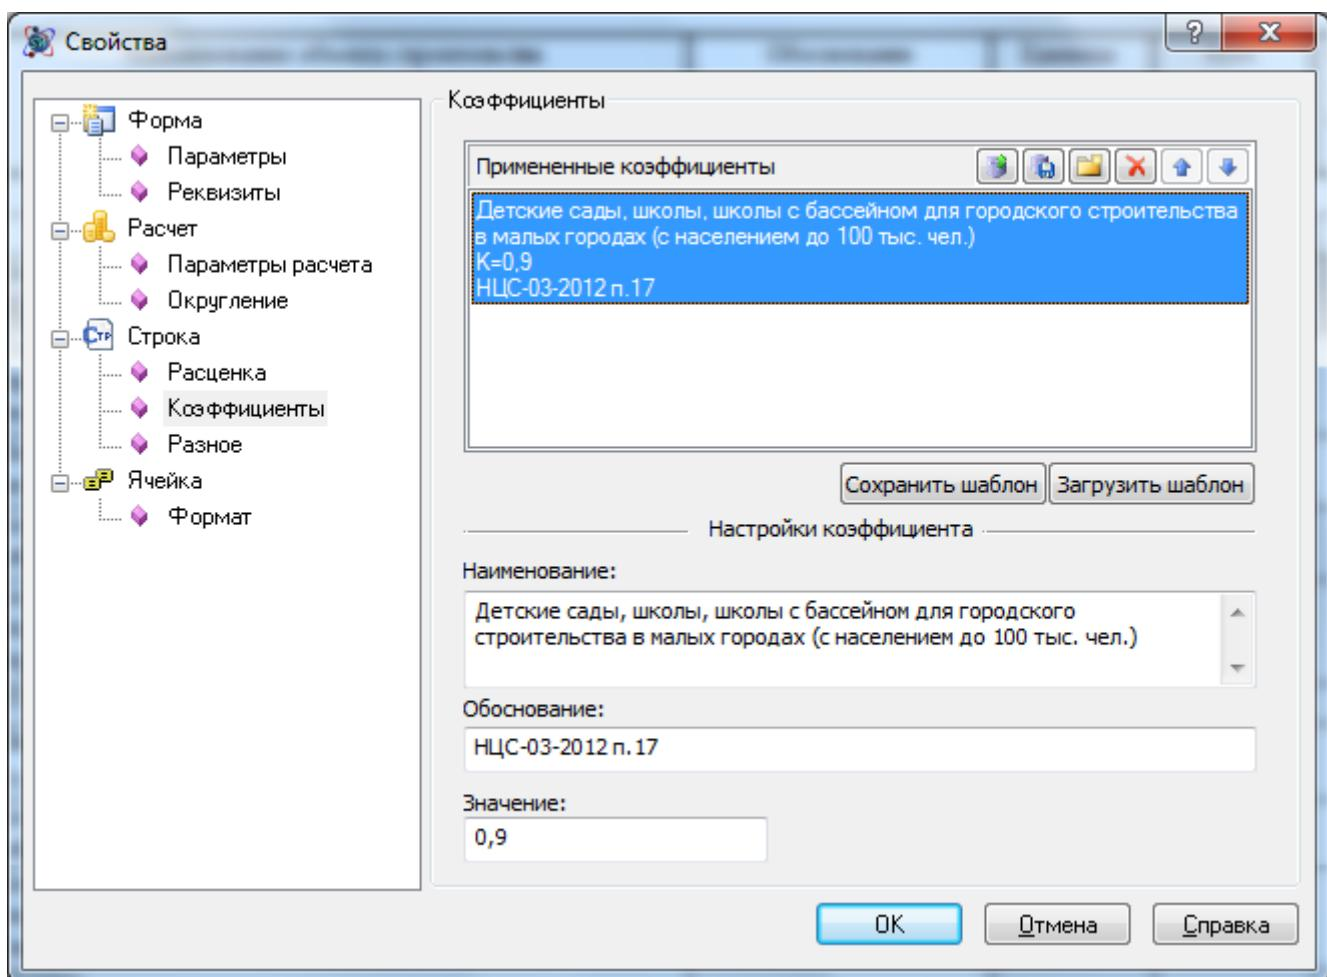

Рис. 9.7 Диалоговое окно Свойства, раздел Стока/Коэффициенты
2. Перейти в раздел Стока/Коэффициенты (Рис. 9.7) диалогового окна *Свойства*;
1. В раздел Стока/Коэффициенты (См. рис. 9.7) диалогового окна *Свойства* нажать на кнопку — Создать.
1. В раздел Стока/Коэффициенты (См. рис. 9.7) диалогового окна *Свойства* выбрать нужный коэффициент из списка примененных;